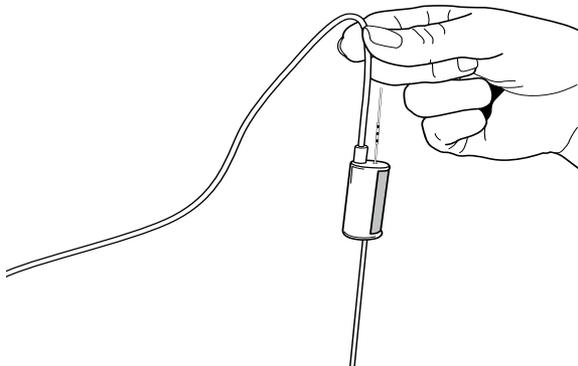

Figure 13. Câble de salle d'opération connecté à la sonde DBS
*Remarque :* le stylet de la sonde passera par le trou arrière du connecteur de câble de salle d'opération lorsque la sonde DBS est complètement insérée, comme indiqué dans la Figure 13.